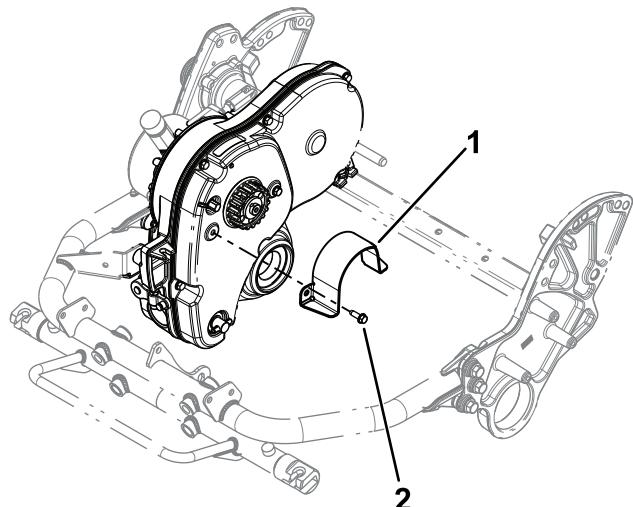

Figura 1
6. Retire el protector del acoplamiento existente de la cubierta de la transmisión (Figura 1).